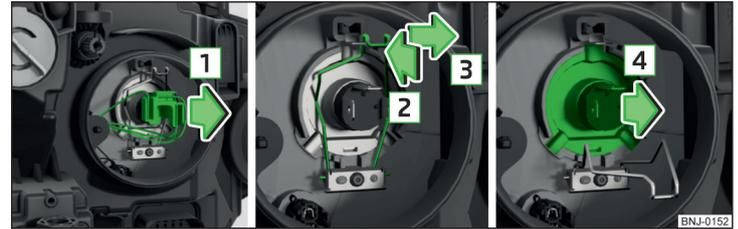

Abb. 208 Glühlampe für Ablend- und Fernlicht wechseln
- Die Steckverrastung drücken und den Stecker mit Wackelbewegungen in Pfeilrichtung **1** » Abb. 208 herausnehmen.